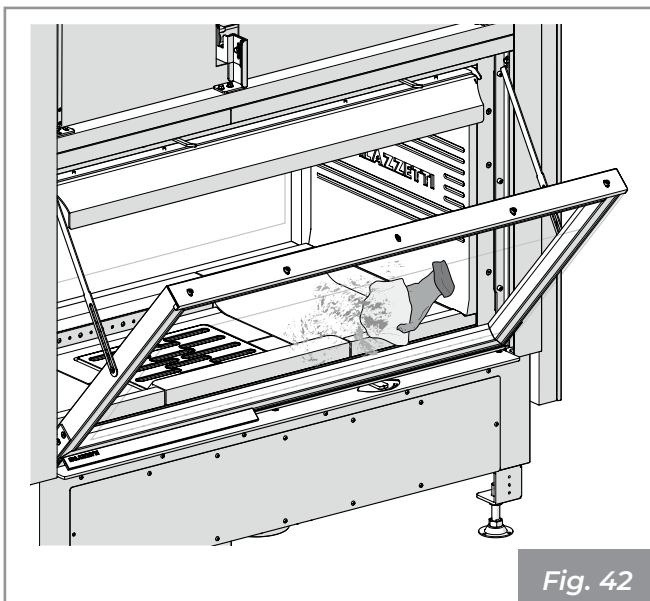

Fig. 42
- 3) Limpiar el vidrio con un paño húmedo o con papel humedecido y pasado en la ceniza (Fig. 42). Se pueden también usar detergentes adecuados para la limpieza de hornos de cocina.